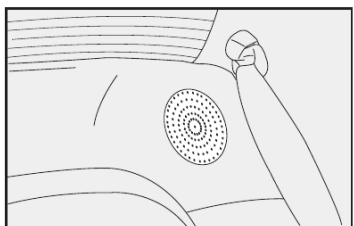
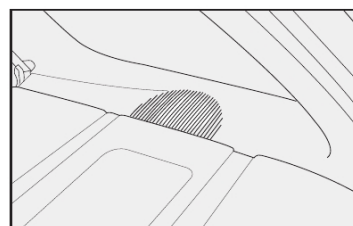

fig. 130
fig. 131
- alto-falantes traseiros coaxiais fig. 130 (Siena) e fig. 131 (Palio Weekend).